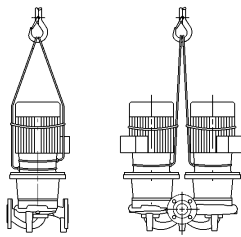

Fig. 5: Fastsättning av transportlinor
- **Lyftöglorna på motorn är endast till för att rikta lasten (fig. 5).**